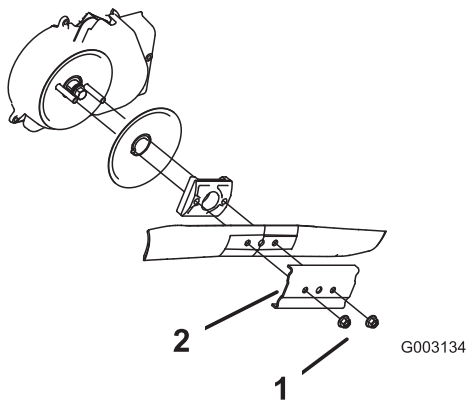

Figura 27
3. Retire las 2 tuercas de la cuchilla y el refuerzo (Figura 27).
4. Retire la cuchilla (Figura 27).
5. Instale la cuchilla nueva (Figura 27).